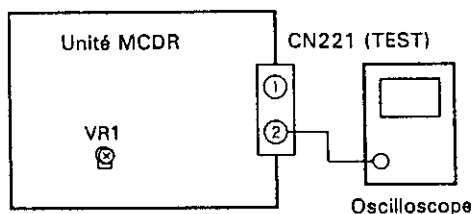
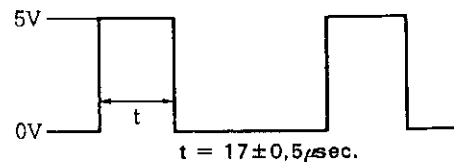

Fig. 9-2 Connexion
Fig. 9-3 Forme d'onde
1. Procéder à la connexion de la manière indiquée à la Fig. 9-2.
2. Régler le système au mode Super Manuel (voir "11. ① Mode Super Manuel"), puis désenclencher tous les commutateurs DIP (S5 l'unité KDSB) (le moteur VD sera sélectionné).
4. Ajuster VR1 pour que la forme d'onde de l'oscilloscope devienne $t = 17 \pm 0,5 \mu\text{sec.}$ (voir Fig. 9-3).